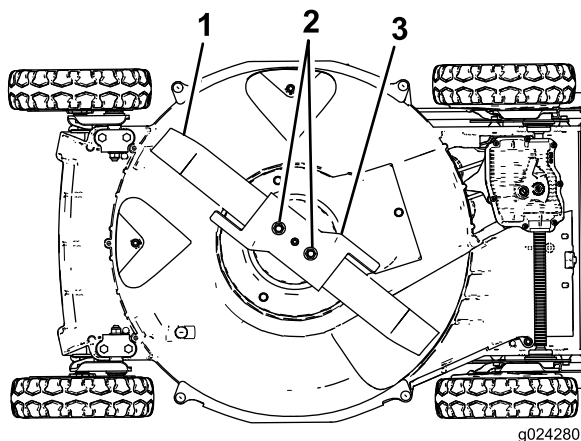

Figura 27
5. Inclinate la macchina sul fianco **destro** (il filtro dell'aria in alto) come mostrato in Figura 27.